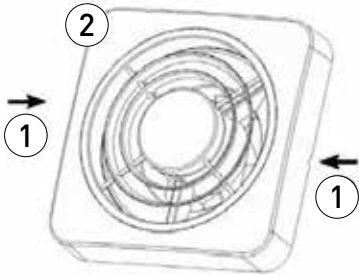

Imagen 8
1. Desenganche la cubierta [2] del soporte del motor presionando en los orificios laterales [1] usando un pequeño destornillador (Imagen 8).